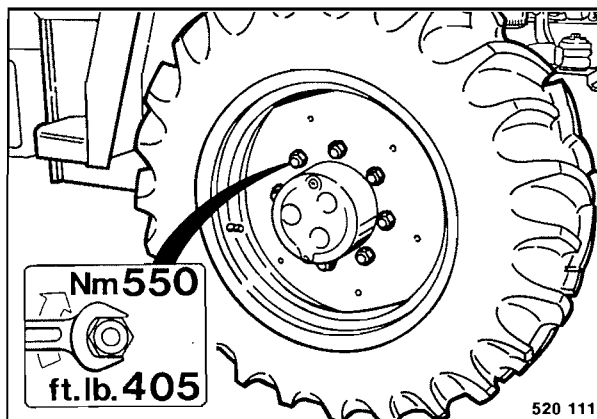

Fig. 113
- Colocar una nueva rueda (Fig. 113), y apretar las tuercas de rueda en cruz aplicando 550 Nm (405 ft. lb.).